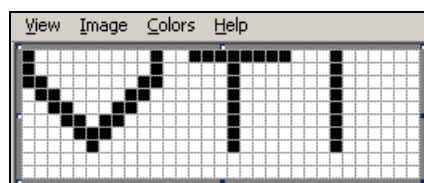

Рисунок 5-60: Логотип, созданный в Microsoft Paint
- 6 Создайте нужный логотип на странице (смотрите Рисунок 5-60).